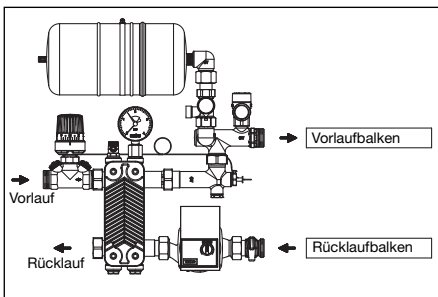

Abb. 6.2 Durchflussrichtung
- Dies ist in Verbindung mit der Montage der Verteilerbalken unbedingt zu beachten (s. Abb. 6.2)!